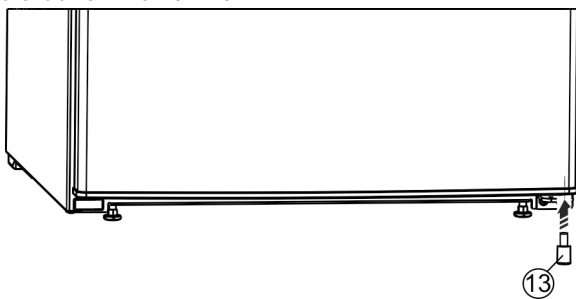

Fig. 26 *
- ▶ Ievietojiet spraisli Fig. 26 (13) atpakaļ labajā pusē apakšā durvis, jo tas ir svarīgi ierīces stabilitātei.*